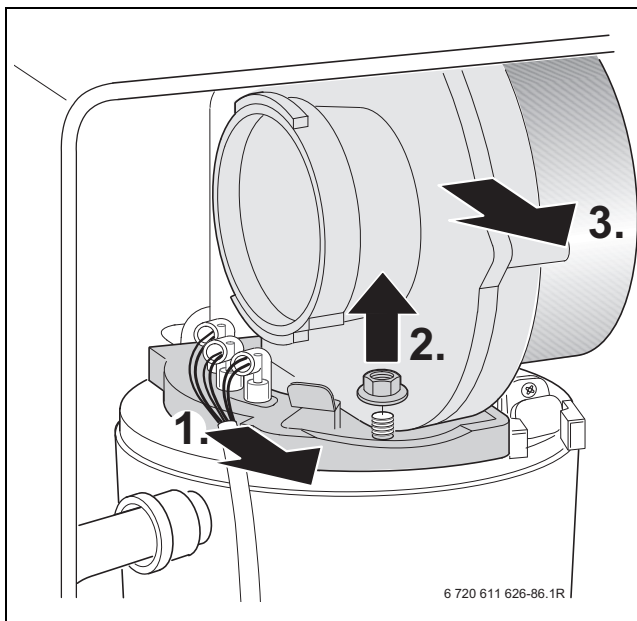

Fig. 69
- ▶ Retirer le câble des électrodes d'allumage et de contrôle, → figure 69.